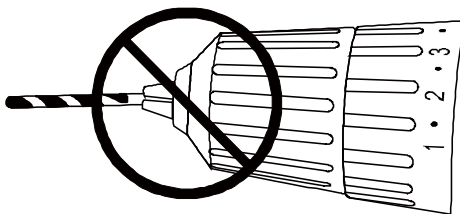

Рис.7
**Внимание:** Никогда не закрепляйте оснастку как показано на рисунке (Рис.7). Оснастка должна быть зафиксирована ровно и всеми губками патрона одновременно.